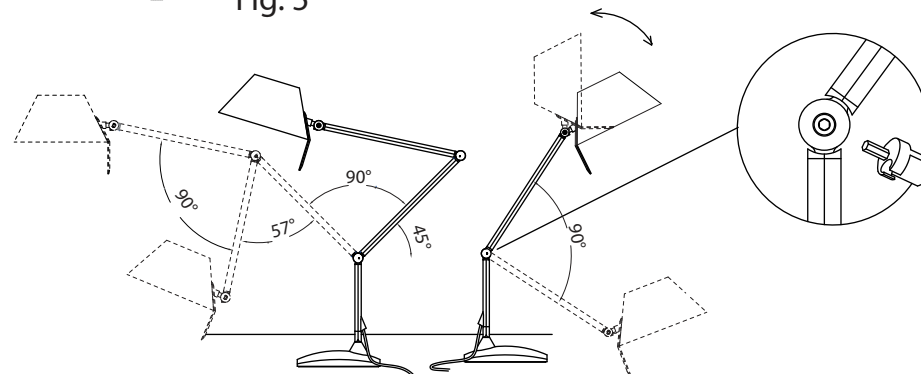

Fig. 4
3. En las fig. 4 y 5 podemos ver los posibles movimientos de la luminaria Petite en varias de sus versiones.